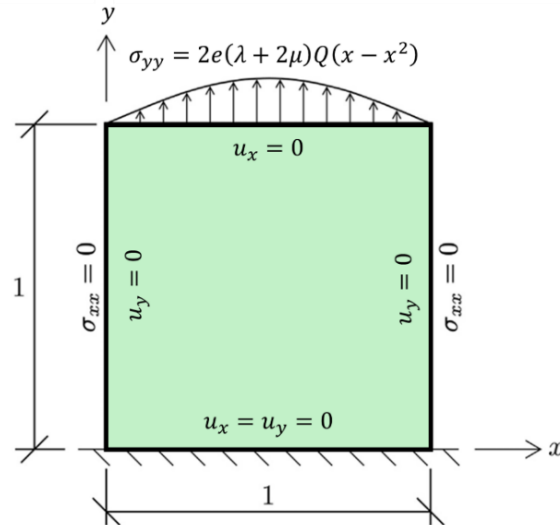

Figura 4: Representação do problema da placa e suas condições. **Obs:** O e é o número de Euler e está multiplicando os demais termos na definição da tensão.
- 4) Resolva o seguinte problema com **uma** das bibliotecas apresentadas **SciANN** e **DeepXDE**. Considere o problema de elasticidade para o plano de deformações do quadrado unitário, sujeito as condições de contorno definidas na Figura 4.